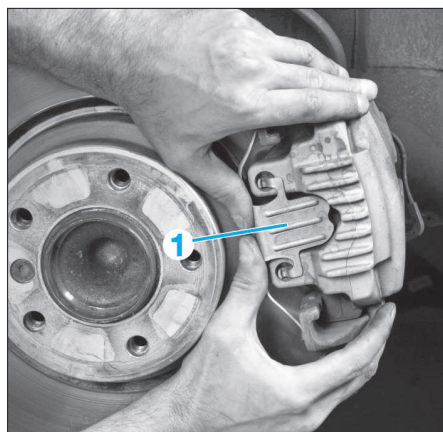

FIG. 2
- Déposer l'agrafe (1) (Fig.2).